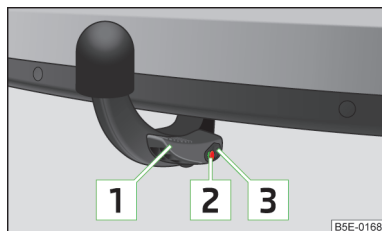

Fig. 140
- ✓ La leva **[1]** si trova completamente spinta verso l'alto » fig. 140.